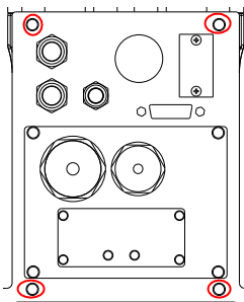

图 6.2 底座盖板螺丝
- 1) 拧掉图 6.2 所示的底座盖板固定螺丝，将底座盖板拉出；
- 6) 盖上底座盖板，拧紧图 6.2 所示的底座盖板螺丝；